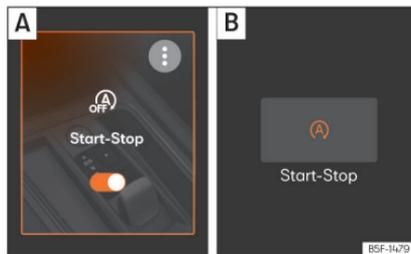

Abb. 120 Im Bildschirm des Infotainment-Systems: Start-Stopp-System eingeschaltet.
Wenn das Symbol (A) orange eingeblendet wird >>> **[Abb. 120]**, ist das System aktiviert und leitet den Stopp und den Start ein. Wenn das Symbol (A) weiß eingeblendet wird, ist das System ausgeschaltet.